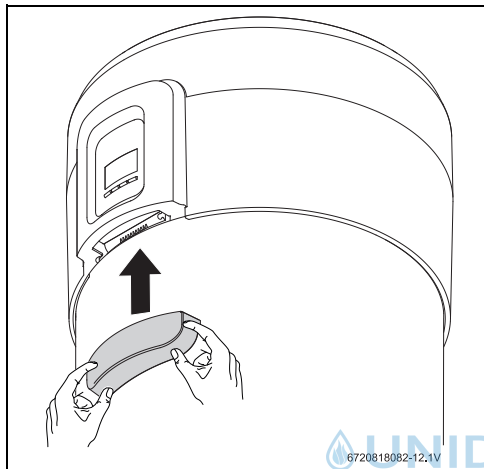

Bild 14 Kleine Abdeckung anbringen
- Die kleine Abdeckung entsprechend Abb. 14 anbringen.